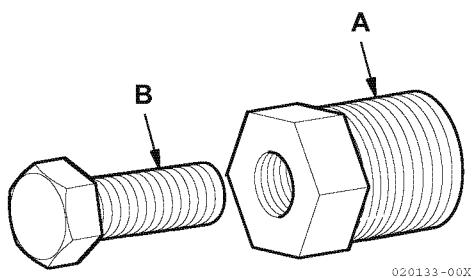

Figure 9
2. Installare l'estrattore (**Figure 9**, A) nella girante.
3. Ruotare la vite di pressione (**Figure 9**, B) in senso orario per estrarre la girante dal corpo della pompa.